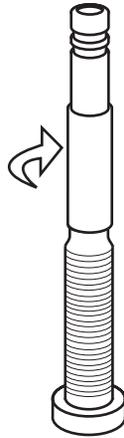

Figure 38. Vissez le prolongateur dans le sens horaire sur la valve.
3. Vissez le prolongateur externe sur la valve dans le sens horaire en tournant fermement avec les doigts. Avertissement : Ne serrez pas trop car cela pourrait endommager le prolongateur (Figure 38).